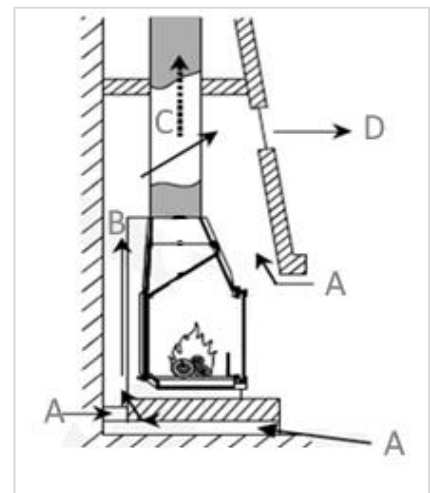

Figure 3
3. **CHALEUR PAR CONVECTION.** Pour répartir la chaleur générée par convection à l'intérieur du bâtiment, des grilles de ventilation (une en bas et une en haut) doivent être installées. Cela crée un flux d'air entrant et sortant du bâtiment. Voir la figure 3 pour un exemple de flux d'air dû à la convection.